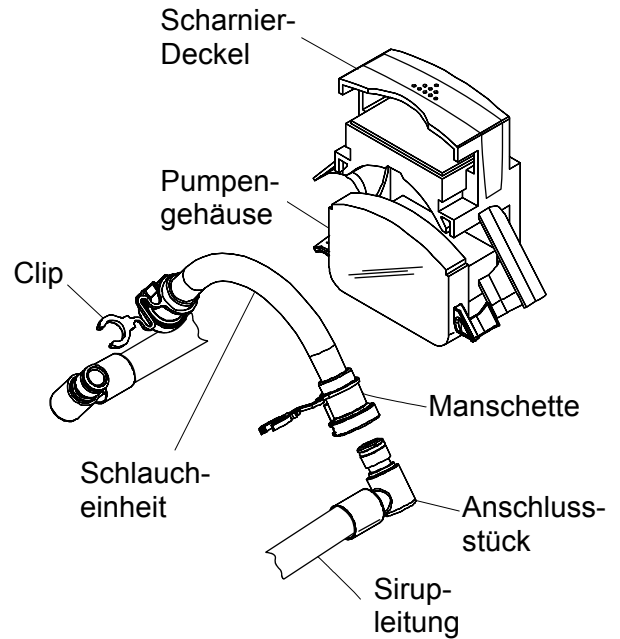

Abbildung 68
13. Beide Enden des Pumpenschlauchs anfassen und den Schlauch von der Pumpe abziehen. (Siehe Abbildung 68.)